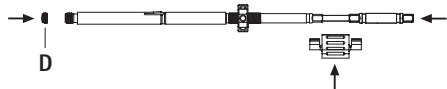

Fig. 12
- Introducir el destornillador en el casquillo interior, asegurarlo con el distanciador y colocar el tornillo de bloqueo **D**, ver Fig. 12.